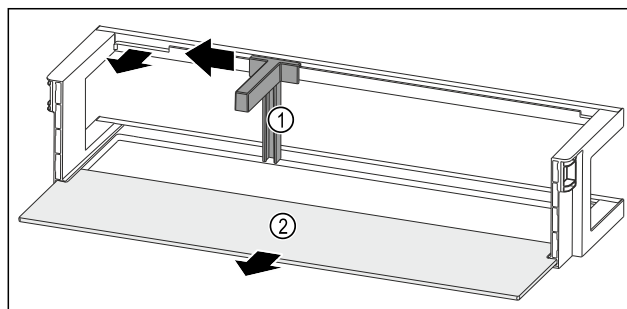

Fig. 117 Dveřní přihrádka s držákem lahví a odkládací plochou
- Držák lahví Fig. 117 (1) posuňte na stranu až k vybrání.
- Držák lahví Fig. 117 (1) odeberte.
- Odkládací plochu Fig. 117 (2) odeberte.